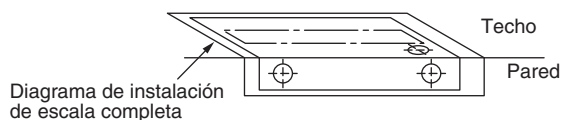

Fig. 3-5
- (1) Coloque el diagrama de escala completa (suministrado) en el techo en el punto en el que desee instalar la unidad interior. Utilice un lápiz para marcar los orificios de taladrado (Fig. 3-5).